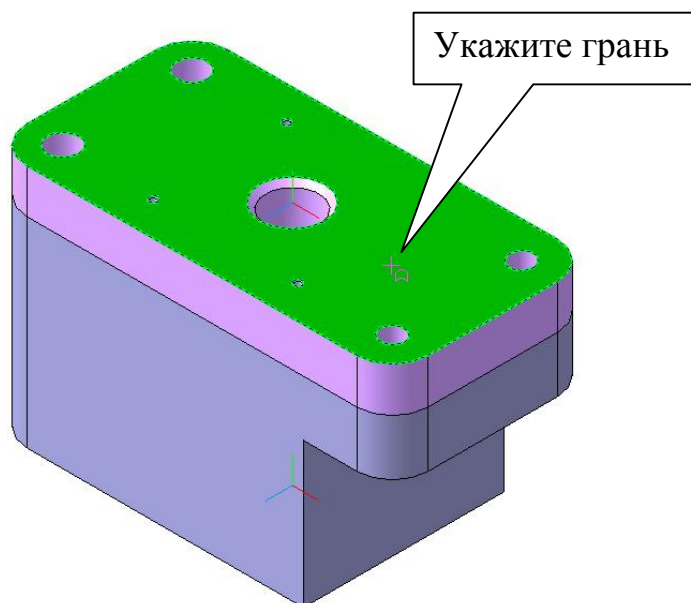

Рис. 83
- 2) Укажите курсором грань детали «Плита», рис. 83, и нажмите кнопку **Создать деталь**  на панели **Редактирование сборки** .